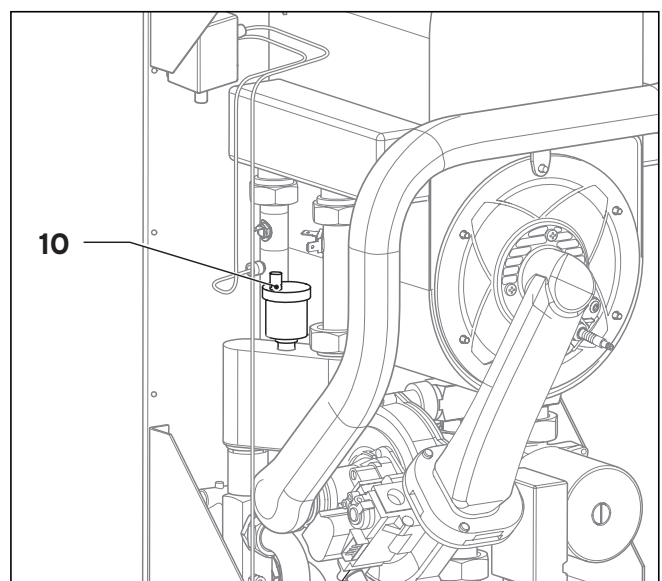

Fig. 5.1 Sfiato dell'apparecchio
- Aprire il cappuccio del dispositivo di sfiato all'interno dell'apparecchio (10) (fig. 5.1).